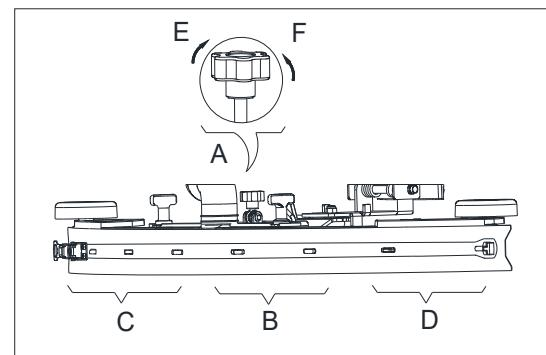

Abbildung 9
- Stellen Sie die Rakel über den Rakel-Einstellgriff (A, Abbildung 9) ein.
- Bei einer Lücke zwischen dem Boden und dem des Heckrakelblatts (B) wird der Knopf (A) gegen den Uhrzeigersinn in Richtung (F) gestellt, bis das gesamte Heckrakelblatt guten Bodenkontakt aufweist und das vordere Blatt den Boden leicht berührt.
- Bei einer Lücke zwischen dem Boden und beiden Blattenden (C und D) wird der Knopf (A) im Uhrzeigersinn in Richtung (E) gestellt, bis beide Heckrakelblattenden guten Bodenkontakt aufweisen und das vordere Blatt den Boden leicht berührt.